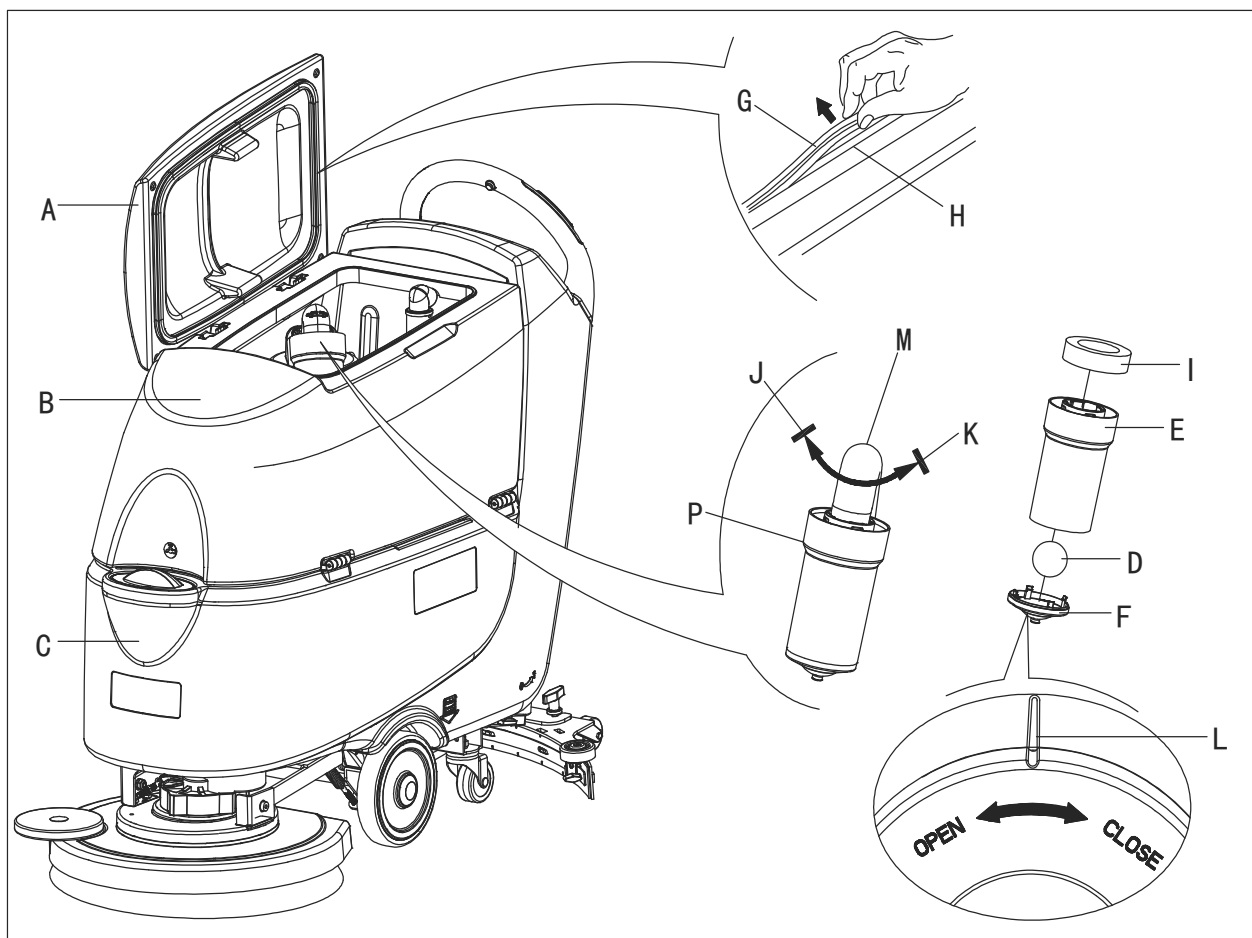

Рисунок 23
2. Убедитесь, что машина выключена и ключ зажигания (54) был извлечен.
3. Поверните крышку бака утилизации (А, рисунок 23) в положение на 90 градусов, где она может быть вынута из бака, а затем выньте поплавковый фильтр (Р) из бака.
4. Очистите крышку бака утилизации (А), бак утилизации (В), очистите бак для воды (С) и рамку-держатель поплавкового фильтра (Е). Опорожните бак утилизации при помощи дренажного шланга (22).
5. При необходимости, следуйте символам "ОТКРЫТЬ" и "ЗАКРЫТЬ", как показано на (Рисунок 23), чтобы открыть нижнюю крышку (F) поплавкового фильтра, а затем очистите поплавок (D), рамку-держатель фильтра (Е) и губку фильтра (I). После очистки, зафиксируйте поплавок (D) в рамке-держателе фильтра (Е), а затем совместите метку паза (L) нижней крышки (F) поплавкового фильтра с меткой паза(L) рамки-держателя поплавкового фильтра (Е). Закрутите плотно нижнюю крышку поплавкового фильтра, и закрепите губку фильтра (I) в рамке-держателе поплавкового фильтра (Е). Наконец, подключите его к всасывающему шлангу сточных вод (М).
7. Проверьте контактную поверхность уплотнительной ленты (G) на целостность и достаточную герметизацию. При необходимости, выньте уплотнительную ленту бака из паза (H) и замените ее. Установите новую уплотнительную ленту, как показано на (Рисунок 23), соединение должно вернуться в средней зоне.